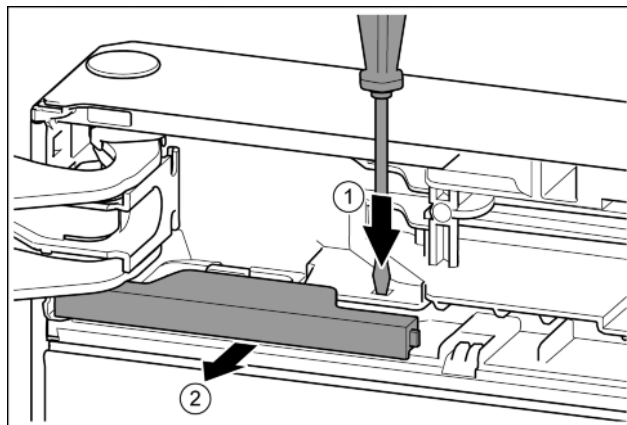

Fig. 11
- ▶ Нажать накладку шлицевой отверткой. Fig. 11 (1)
- ▶ Вынуть крышку из зацепления. Fig. 11 (2)